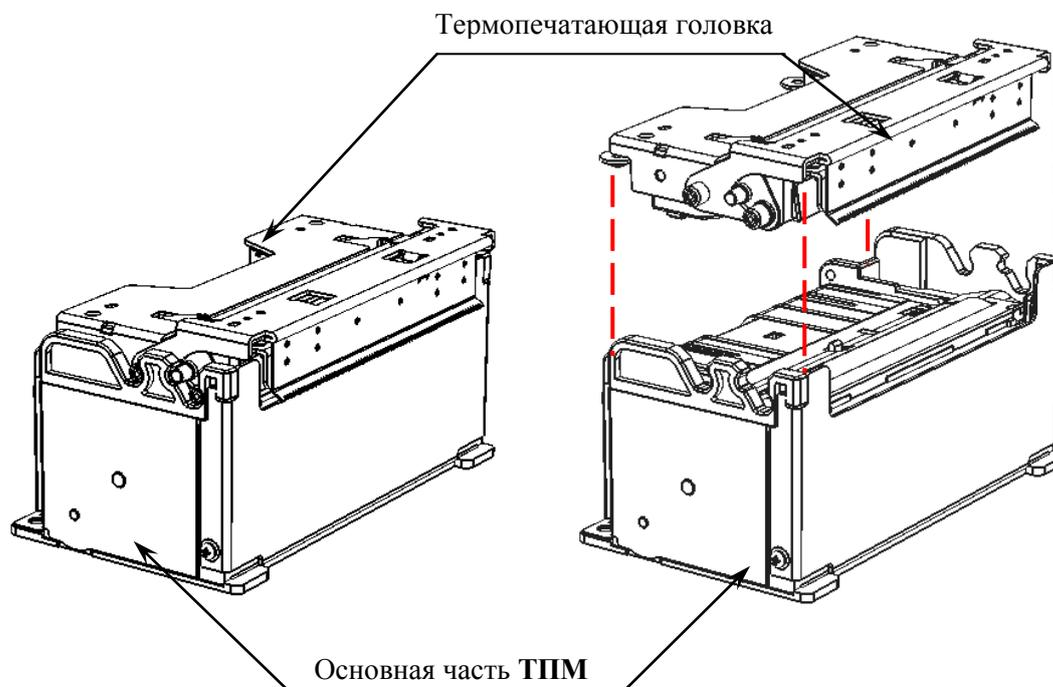

Рисунок 15. Термопечатающий механизм
- **Термопечатающий механизм ШП САРМ347В-Е (ТПМ)** включает в себя термопечатающую головку (ТПГ) и основную часть ТПМ (смотрите рисунок 15).